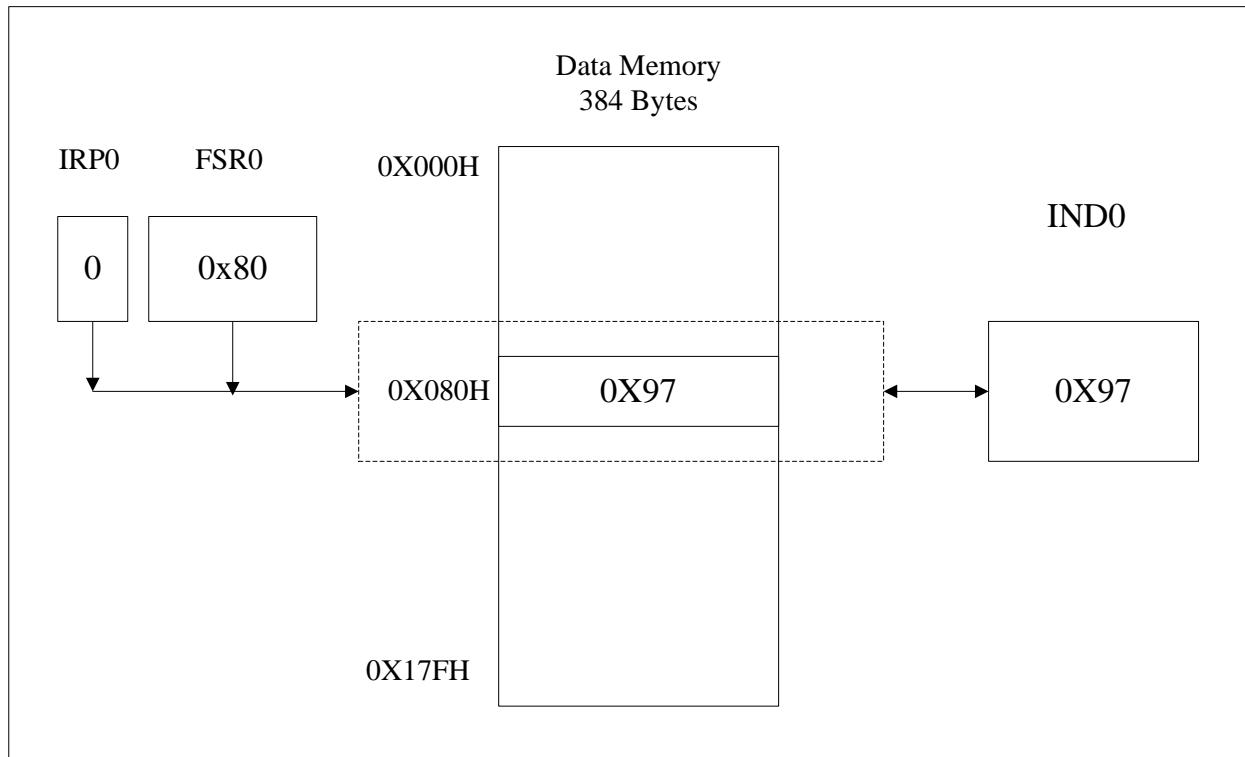

图 2-4 间接地址访问
3. 通过IND0 以及FSR0 这两个寄存器可以对数据存储器以及特殊功能寄存器进行间接访问。当从间接地址寄存器(IND0)读入数据时，MCU实际上是以FSR0 中的值作为地址去访问数据存储器得到数据。当向间接寄存器(IND0)写入数据时，MCU实际上是以FSR0 中的值作为地址去访问数据存储器将值存入该地址。其访问方式见图 2-4。